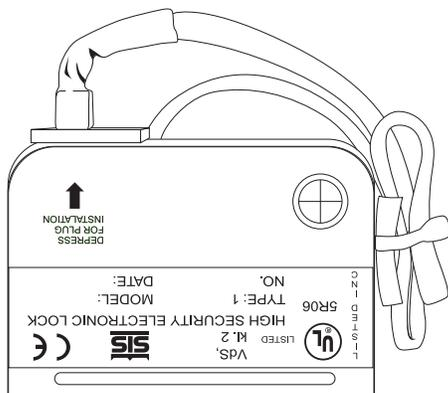

Figura 10
5. Fije todos los cables con abrazaderas para cables asegurándose de que queden fuera de la trayectoria de piezas móviles (figura 10).